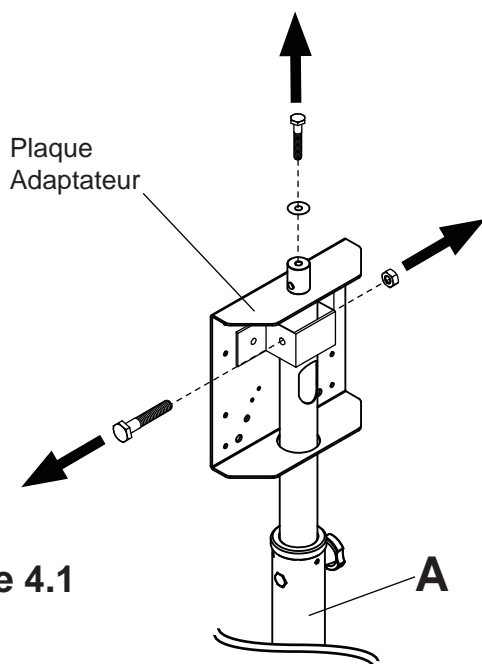
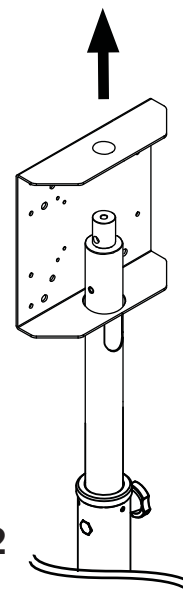

Figure 4.1
Figure 4.2
- 4 Retirer la vis et la rondelle du haut de la colonne réglable (A) en utilisant un 1/2 po clé à douille, comme le montre la figure 4.1. Écrou hexagonal et le boulon retirer de l'arrière de la plaque adaptatrice. Slide plaque adaptatrice de la colonne réglable (A) au large comme le montre figure 4.2.